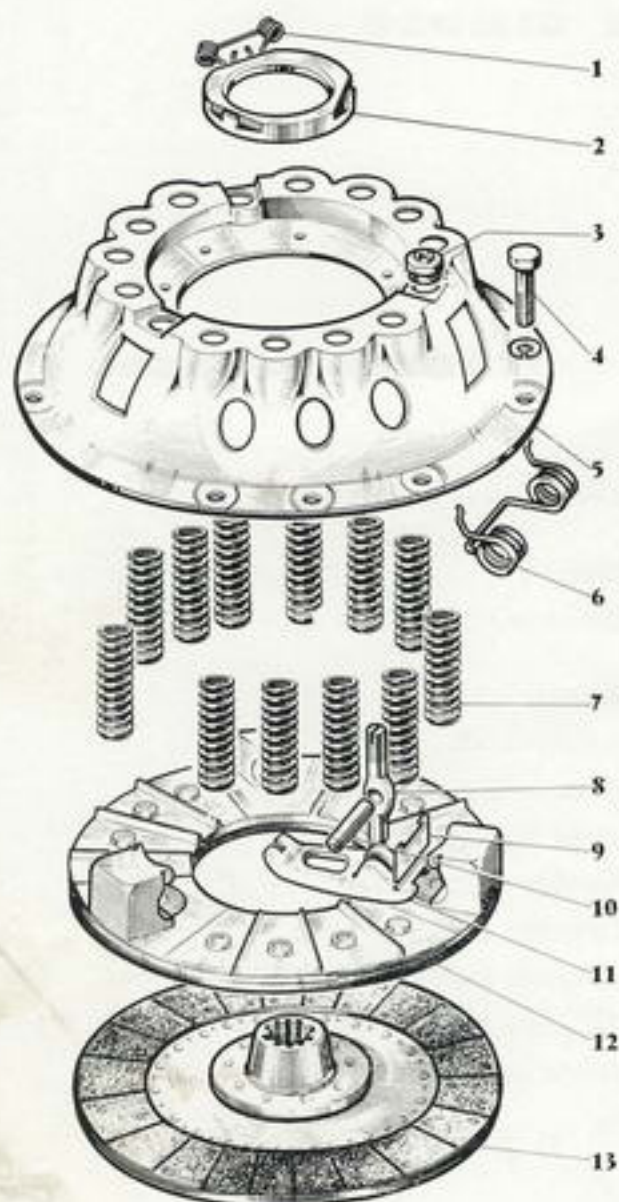

Fig. 13
- Démonter les six vis TH (4, fig. 13) retenant le mécanisme sur le volant en procédant progressivement et en croix.
- Démonter les écrous de réglage (3, fig. 13).
- Dégrafer les ressorts de rappel des leviers de l'embrayage (6, fig. 13).
- Dégrafer les ressorts de retenue de la bague de débrayage (1, fig. 13) et dégager la bague (2, fig. 13).
- Lever les leviers (11, fig. 13) pour dégager les butées de leviers (9, fig. 13) et les boulons à œil (8, fig. 13), extraire les axes de leviers (voir fig. 16).
- Placer le plateau d'embrayage (12, fig. 13) en appui sur les pastilles MISI posées sur le presseur MAMU.